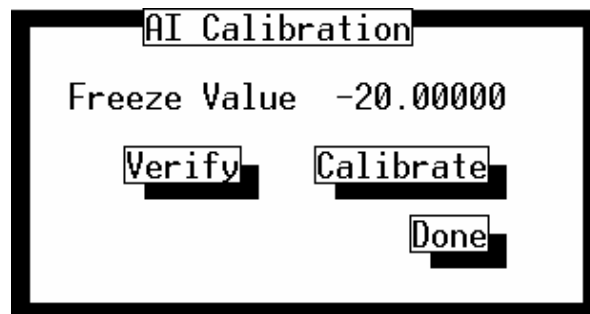

Figura 4-8. Calibragem do AI
1. Aperte o botão **AI Calibration (calibragem do AI)**. Uma caixa de diálogo aparece como exibido na Figura 4-8, e a entrada analógica é automaticamente “congelada” no valor exibido na caixa de diálogo.
6. Aperte o botão **Calibrate (Calibrar)** (exibido na Figura 4-8).
12. Aperte o botão **Done** para fechar a janela de calibragem principal (Figura 4-8) e descongelar a entrada associada.